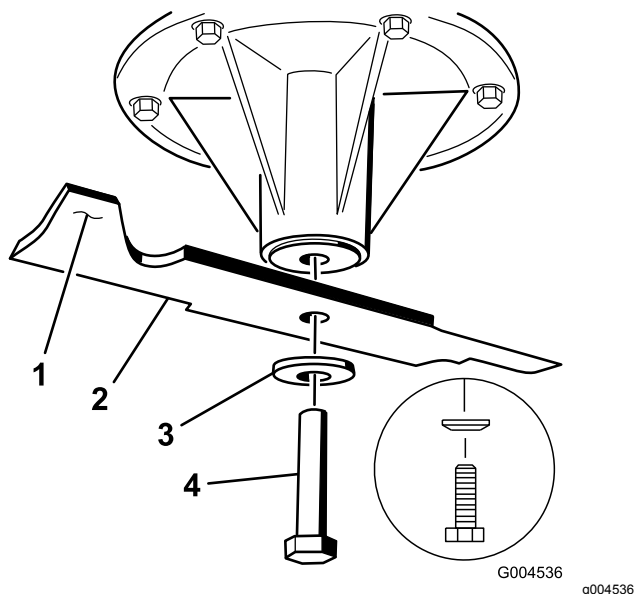

Figura 92
1. Montate la lama sull'asse del fusello (Figura 92).
2. Montate il disco elastico e il bullone della lama (Figura 92).
Nota: Il cono del disco elastico deve essere rivolto verso la testa del bullone (Figura 92).